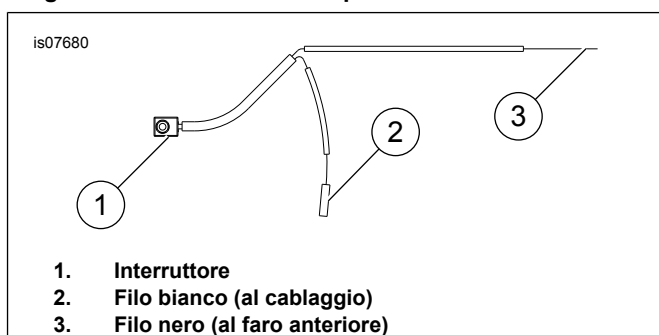

Figura 4. Kit cablaggio
12. Vedere Figura 4. Trovare il connettore del faro anteriore [38] nel pannello di sinistra e scollegarlo.
15. Vedere Figura 4. Far passare il cablaggio oltre il canotto dello sterzo e far passare il tratto dell'interruttore della luce (1) del cablaggio lungo il lato sinistro del manubrio, fino al comando della frizione.